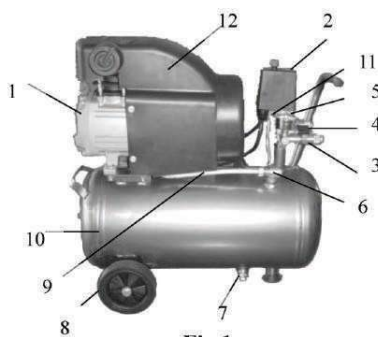

Fig.1
2. PREZENTARE GENERALĂ ȘI COMPONENTE PRINCIPALE (Fig. 1)